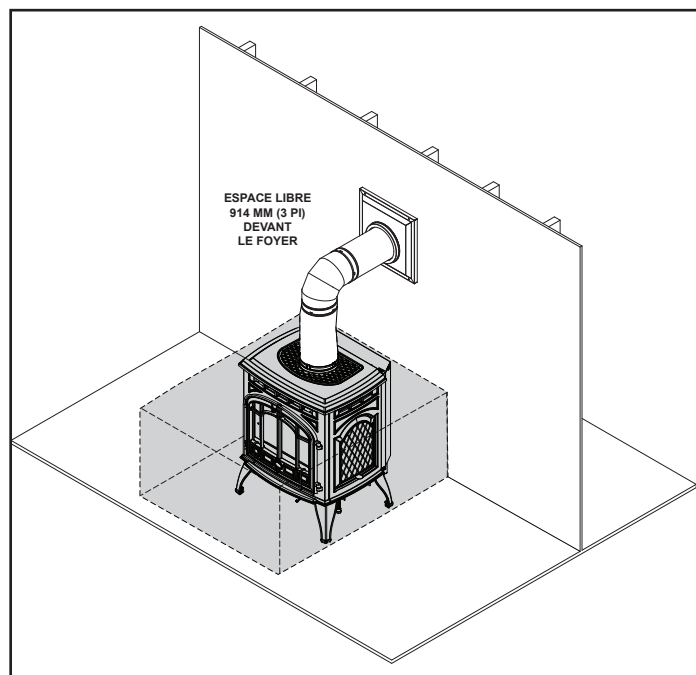

Figure 3.1 Espace libre
**AVERTISSEMENT ! NE placez PAS d'objets combustibles devant le poêle et ne bloquez pas les aérateurs à lames. Des températures élevées peuvent allumer un incendie. Voir la Figure 3.1.**
Ne placez pas de bougie ou d'autres objets sensibles à la chaleur sur le dessus de l'appareil ou dans son dégagement. Voir la figure 3.1. La chaleur peut endommager ces objets. Consultez le manuel d'installation de l'appareil pour plus de détails.